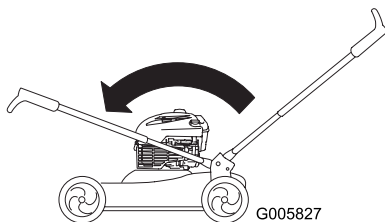

Figure 50
5. Tournez le guidon vers l'avant (Figure 50).